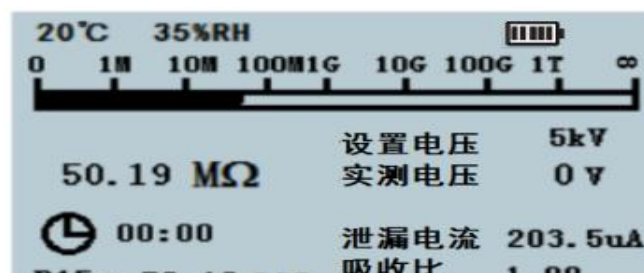

图 4.4 停止测试
4. 测试完毕，按“启动/停止”键仪器停止测试并开始自动放电，放电时伴有蜂鸣器警示声连续响起。【如图 4.4 所示】